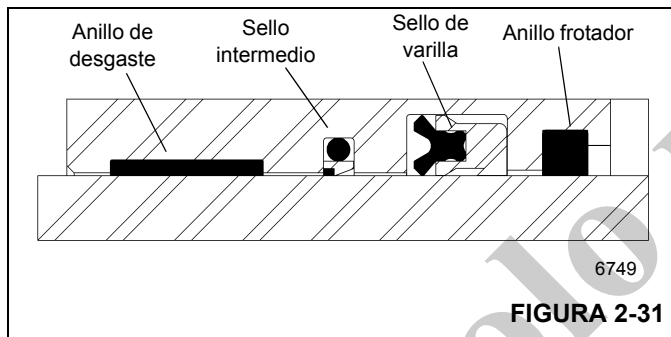

FIGURA 2-31
1. Instale el anillo de desgaste de repuesto, el sello intermedio, el sello de varilla, el anillo de respaldo y el anillo frotador en el interior de la cabeza. Asegúrese que el reborde del sello intermedio esté cerca al sello de la varilla. Asegúrese que la ranura del borde del sello de la varilla esté cerca al sello intermedio (Figura 2-31).